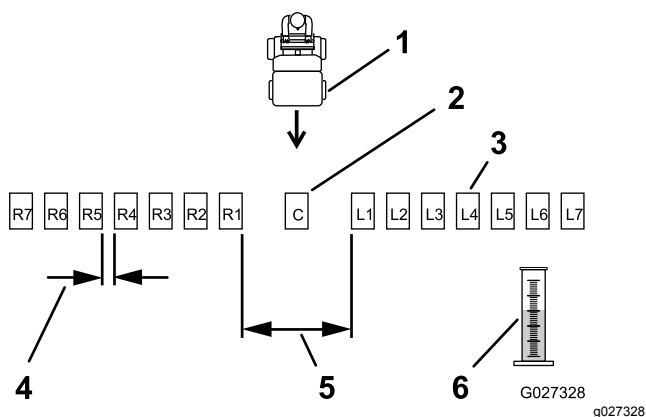
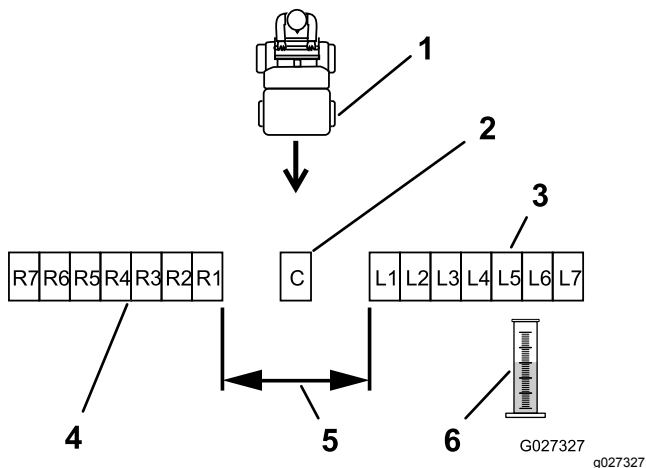

Figure 28
Figure 29
2. Placez les autres bacs en ligne droite, comme montré à la Figure 28 ou la Figure 29.
- Pour les produits granuleux de gros calibre : Placez 6 autres bacs de chaque côté en les espaçant de 30 cm (12 po) (Figure 28).
Placez six autres bacs côte-à-côte de chaque côté (Figure 29).
- Étiquetez chaque éprouvette de dosage en fonction du bac correspondant (par exemple L2, L1, Central, R1, R2); voir Figure 28 et Figure 29.